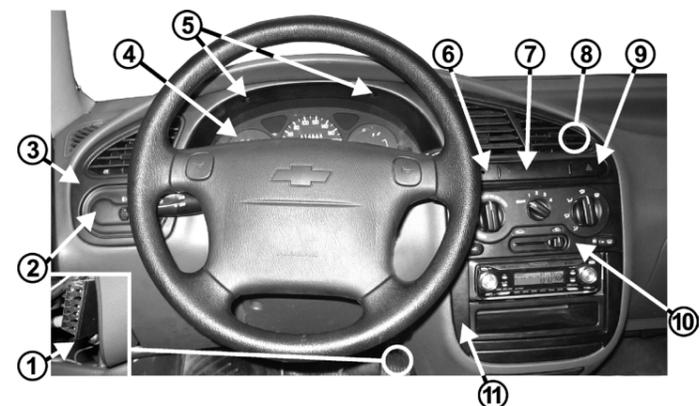
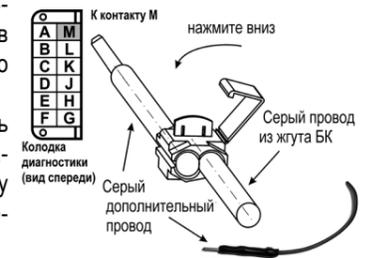

рис.8 Панель приборов а/м Chevrolet Lanos
рис.10 Схема подключения дополнительного провода М-линии
3.2 Отсоедините регулятор направления световых пучков фар (поз.2, рис.8), отсоединив его колодку.
3.4 Отвернуть два других самонарезающих винта (поз.5, рис.8) крепления щитка панели приборов (поз.3, рис.8).
3.5 Снимите декоративную накладку консоли (поз.11, рис.8). В верхней части её фиксируют две металлических скобы, а внизу пластмассовые защёлки и поэтому нужно, прижав тонкой отвёрткой поочередно правую и левую верхнюю часть металлических скоб соответственно, аккуратно вытянуть на себя декоративную накладку консоли.
3.8 Аккуратно выдвините на себя модуль управления системой вентиляции и отопления (поз.10, рис.8).
3.10 Извлеките выключатель задних противотуманных фар (поз.6, рис.8) и выключатель аварийной сигнализации (поз.9, рис.8), также отсоединив их колодки.
3.12 Отверните четыре самонарезающих винта (находятся справа и слева от комбинации приборов) крепления комбинации приборов к кронштейну и аккуратно выведите комбинацию приборов (поз.4, рис.8) на себя.
3.20 Для автомобилей CHEVROLET LANOS до 2008 г.в. (ЕВРО-2) Протяните провод "М-линия" - линия обмена данными с контроллером электронной системы управления двигателем (серый провод жгута БК) от места предполагаемой установки БК до колодки диагностики (поз.1, рис.8). Соедините **серый дополнительный провод М-линии** (рис.5) к **серому** проводу из жгута БК (рис.10). Вставьте контакт **серого дополнительного** провода "М-линия" в контакт М колодки диагностики согласно схеме подключения БК (рис. 13).